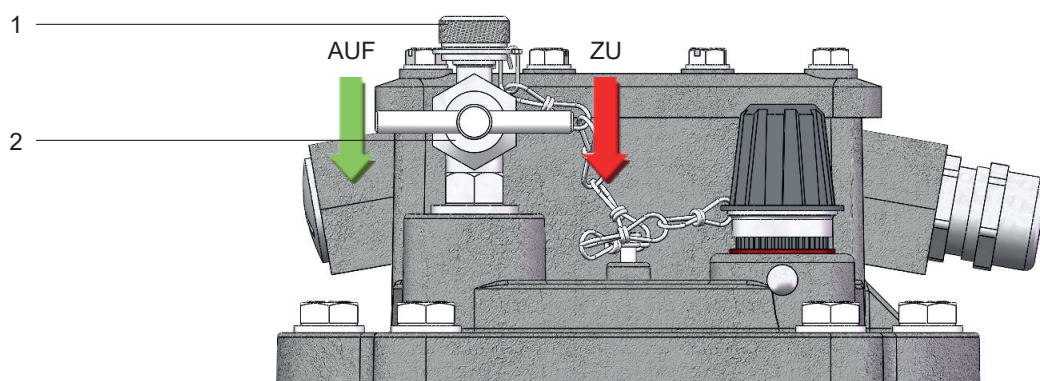

Abb. 4 - Entlüftungsventil
- kleine Hutmutter (Abb. 4/ Nr. 1) vom Entlüftungsventil (Abb. 4/ Nr. 2) abschrauben